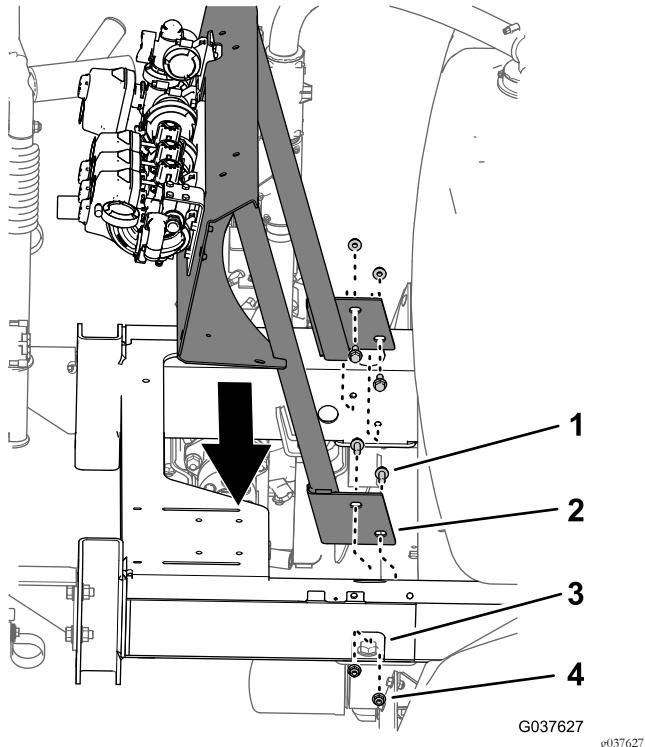

Figura 50
1. Alinhe os furos na montagem da válvula com os furos na estrutura da máquina (Figura 50).
2. Monte a montagem da válvula na estrutura (Figura 50) com os quatro parafusos de cabeça flangeada (3/8 x 1 pol.) e as quatro porcas de bloqueio flangeadas (3/8 pol.) que retirou em Retirar o suporte da válvula (página 21).